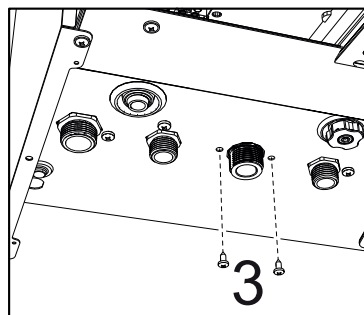

fig. 52 -
- Desenroscar los tornillos "3" ("fig. 52 -")